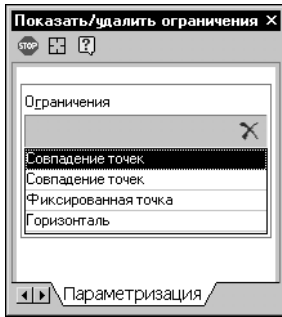

Рис. 59.57. Список связей и ограничений
5. Проверьте связи и ограничения отрезка 1–2 (рис. 59.57).